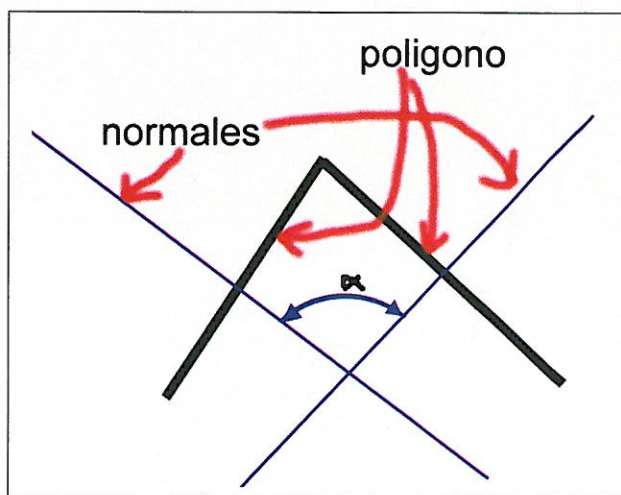

Figura 4. El ángulo alfa representa el campo 'Automatic Discontinuity'.
- *Automatic Discontinuity*: calcula la media de las normales de los polígonos consecutivos. Si el ángulo es igual o menor que el indicado en el campo numérico, la superficie será suave; en caso contrario, las aristas serán visibles. Un esquema de esta explicación está dibujado en la figura 4.